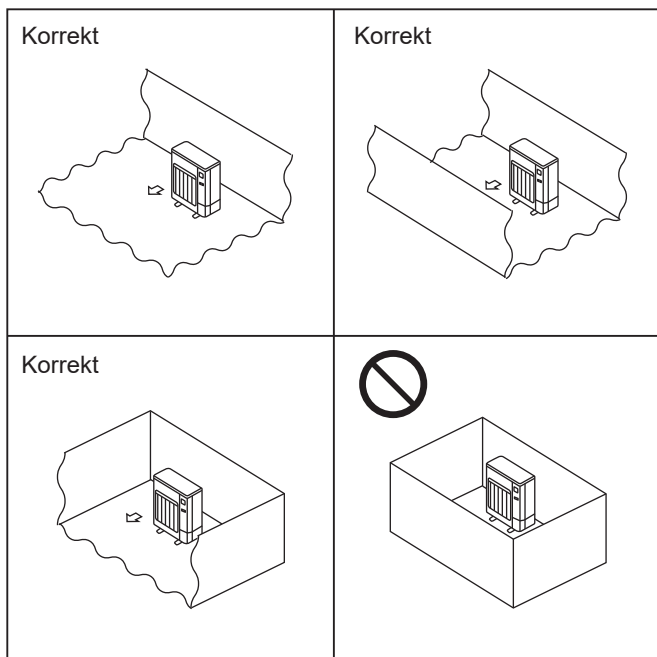

Fig. 2-1
- ⊙ Installera utomhusenheter på en tillräckligt stor plats där minst en av de fyra sidorna är öppen och det inte finns några nedsänkningar. (Fig. 2-1)